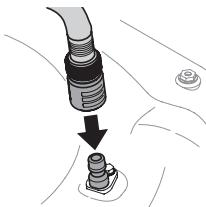

Figura 24
- Conecte la manguera de jardín con el pico de lavado de plataforma al puerto de agua que está sobre la superficie de su plataforma (Figura 24).